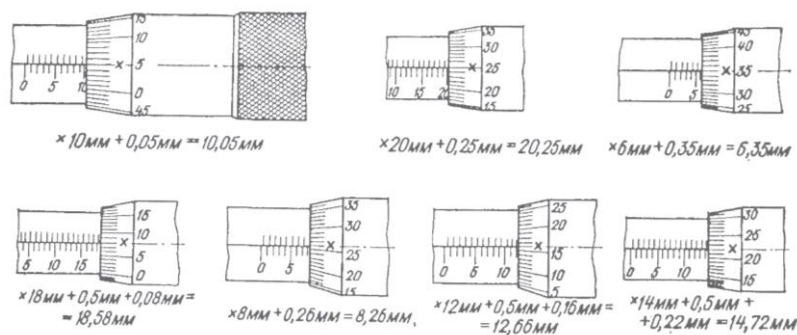

Рис.2. Примеры отсчета показаний на микрометре
16. Прочитать показания микрометра (рис.2).